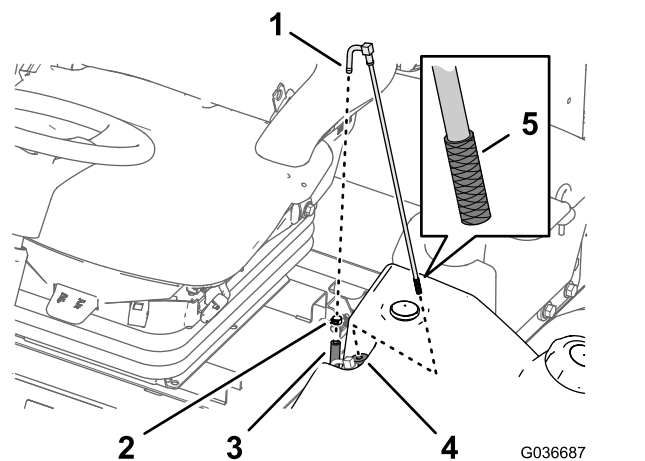

Figura 50
1. Retire la abrazadera que fija la manguera de suministro de combustible al acoplamiento del tubo de aspiración de combustible (Figura 50).
2. Retire la manguera del acoplamiento (Figura 50).
3. Eleve el tubo de aspiración de combustible del depósito de combustible (Figura 50).
4. Limpie cualquier residuo de la rejilla al final del tubo de aspiración de combustible (Figura 50).
5. Inserte el tubo de aspiración de combustible a través del casquillo de goma y en el depósito (Figura 50).